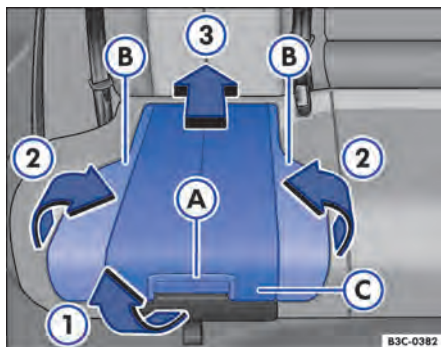

Fig. 91 Cadeira de criança integrada: posicionar o estofamento do banco.
- Pela alavanca de destravamento ⇒ Fig. 91 A, puxar o estofamento do banco para frente no sentido da seta 1.